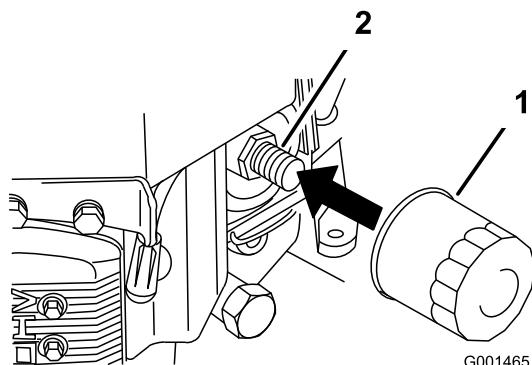

Figura 33
2. Retire el filtro de aceite usado (Figura 33).
- Aplique una capa fina de aceite nuevo a la junta de goma del filtro nuevo (Figura 33).
- Instale el filtro de repuesto en el adaptador de filtro; gire el filtro en el sentido de las agujas del reloj hasta que la junta de goma entre en contacto con el adaptador del filtro, luego apriete el filtro tres cuartos de vuelta más (Figura 33).